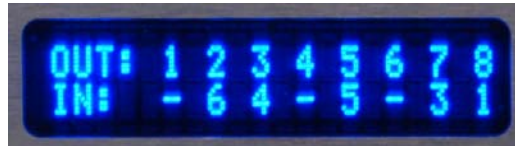

Abbildung 3: Schaltzustand des Koppelfeldes (Routing)
Nach maximal zehn Sekunden ist das Gerät betriebsbereit und die Anzeige wechselt in den Modus zur Darstellung der geschalteten Koppelpunkte (siehe Abbildung 3). Die visuelle Darstellung der gerade aktiven Zuordnung der Ausgänge zu den Eingängen erfolgt im Spaltenformat. Die Ausgänge sind in der oberen Zeile mit „OUT:“ (1-8) dargestellt. In der unteren Zeile steht dann der diesem Ausgang zugeordnete Eingang. Ein aktuell nicht verwendeter Ausgang zeigt einen Querstrich, da ihm kein Eingang zugeordnet ist.
- Das Menü öffnet sich durch betätigen der Pfeiltasten „rechts“, „oben“, „unten“ oder der „Enter“-Taste, wenn sich die Gerätanzeige auf der Darstellung des Schaltzustandes befindet (siehe Abbildung 3).